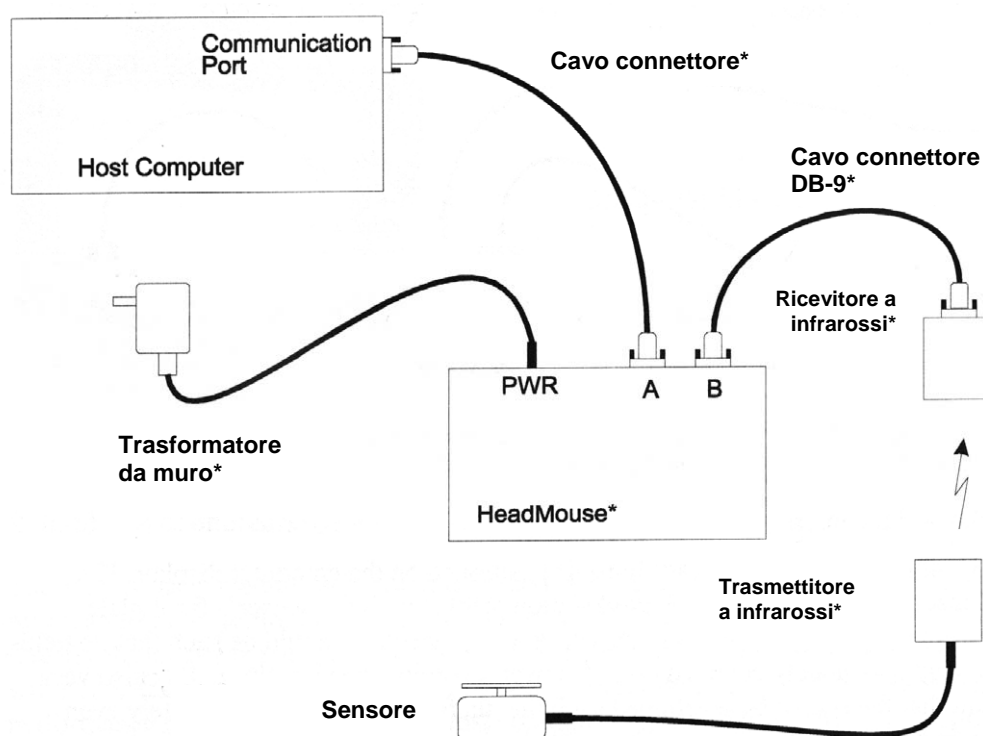

Figura 9. Il sensore *HeadMouse* collegato al computer ed impostato nella modalità “standard”. Gli asterischi indicano gli elementi forniti da Origin Instruments.
Per attivare la modalità “standard”, collegate il ricevitore RSI alla porta B, con l’apposito cavo che troverete nella confezione (vedete la figura 9). Il sensore o i sensori per l’adattamento sono connessi al trasmettitore a infrarossi. Si possono, inoltre, collegare contemporaneamente uno o più sensori alla parte posteriore del pannello di controllo di *HeadMouse*. Tuttavia, i sensori collegati direttamente a *HeadMouse* e quelli connessi al trasmettitore a infrarossi, inviano i comandi degli stessi pulsanti del *mouse*.
**Modalità standard:** il sensore ottico *HeadMouse*, oppure *HeadMouse* unitamente ai cavi convertitori, consente di emulare i comandi dei pulsanti del *mouse* seguendo i movimenti della testa dell'utente, per mezzo di un sistema compatibile con il normale *mouse* che il sensore sostituisce. *HeadMouse* invia i comandi del *mouse* in modo proporzionale rispetto ai movimenti del bersaglio adesivo in senso orizzontale e verticale. Gli ingressi del pannello posteriore che inviano i comandi a *HeadMouse* o all'interfaccia a infrarossi per il collegamento a distanza del sensore (RSI) sono usati per emulare i comandi trasmessi attraverso la pressione dei pulsanti destro, sinistro e medio di un normale *mouse*. Nel caso di un *mouse* Macintosh, nel sistema di *HeadMouse*, il comando inviato corrisponde a quello del pulsante sinistro. Il ricevitore RSI è collegato alla porta B di *HeadMouse* (vedete la figura 9).